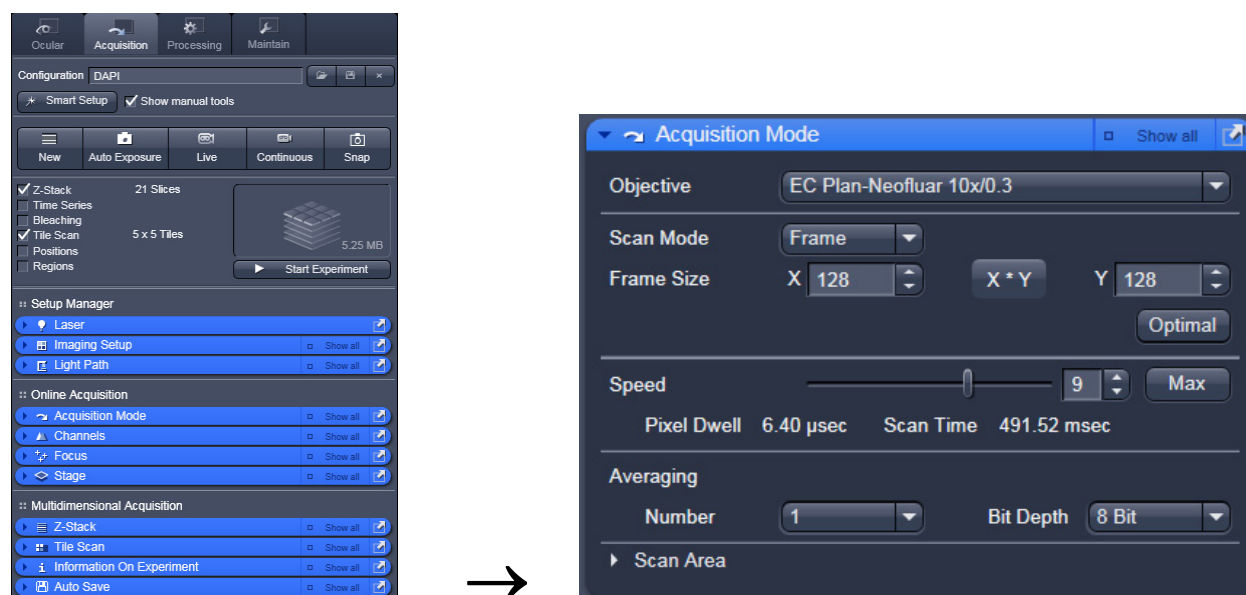

Fig. 24 Ventana Acquisition Mode
- Abra la ventana **Acquisition Mode** en la **barra de herramientas izquierda** (Fig. 24).
- Ajuste la velocidad de barrido mediante la corredera **Scan Speed** en la ventana **Acquisition Mode** (Fig. 24).
- Seleccione el margen dinámico de 8 ó 12 bits (por píxel) en el menú pull-down **Bit Depth** en la ventana **Acquisition Mode** (Fig. 24).